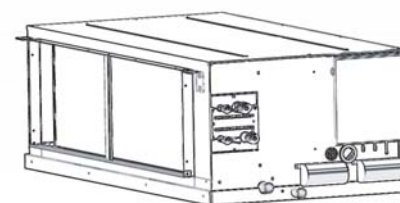

Рис. 1
- Ослабьте винты вокруг основания кондиционера так, чтобы основание можно было снять. (Рис. 1, 2).